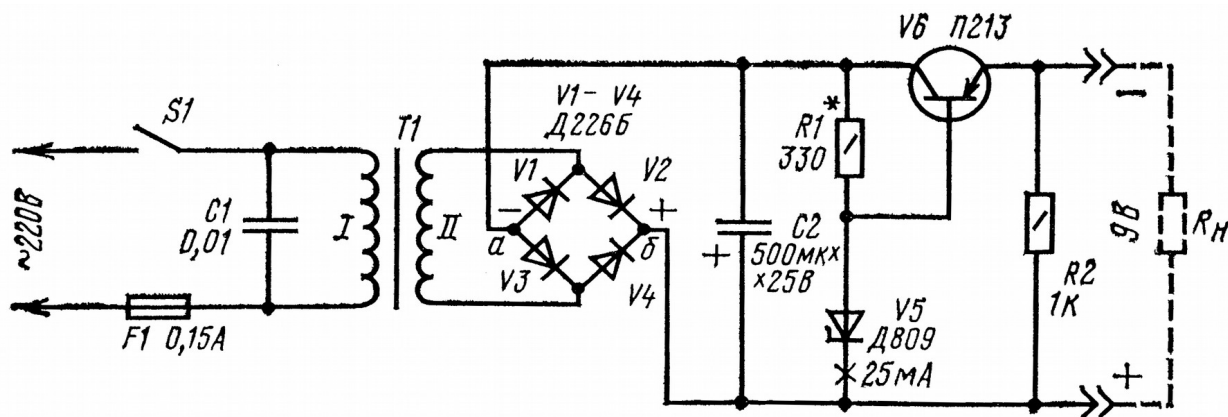
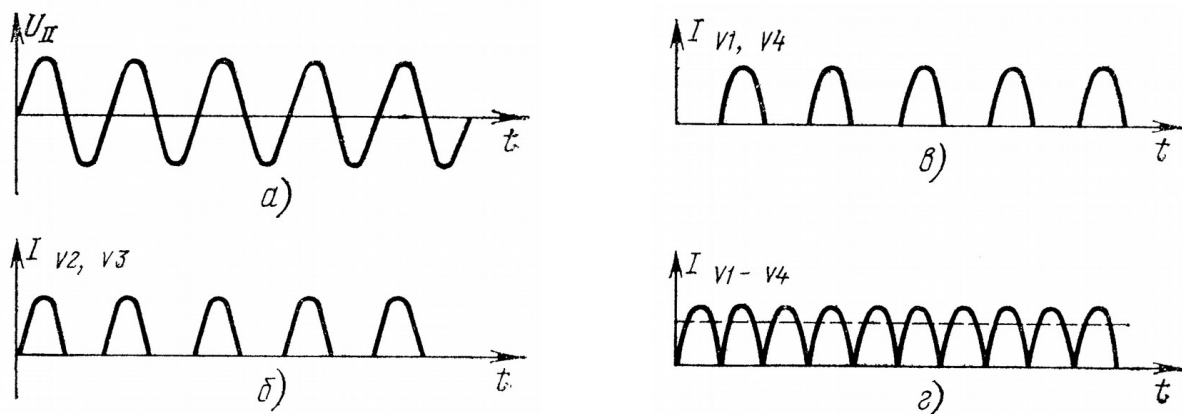

Рис. 7. Принципиальная схема сетевого блока питания.
Рис. 8. Графики, иллюстрирующие работу сетевого блока питания.
Принципиальная схема этого блока, преобразующего переменный ток электросети относительно высокого напряжения 220 В в постоянный ток низкого напряжения, необходимый для питания электронных устройств, показана на **рис. 7**. На выходе блока получается стабилизированное напряжение около 9 В (зависит от напряжения стабилизации стабилитрона V5).
Графики, иллюстрирующие работу выпрямителя, изображены на **рис. 8**. Когда первичная (I) обмотка сетевого трансформатора T1 подключена к электросети, в его вторичной (II) обмотке индуцируется переменное напряжение (**рис. 8, график а**), пониженное примерно до 9 В.
В первый полупериод, когда на верхнем (по схеме) выводе вторичной обмотки напряжение положительное (по отношению к **точке а** на **рис. 7**), а на нижнем выводе – отрицательное, ток идёт через диод V2, нагрузку выпрямителя к **точке а** и далее через диод V3 к нижнему выводу вторичной обмотки трансформатора (**рис. 8, график б**).
В следующий полупериод переменного напряжения, когда полярность напряжений на выводах вторичной обмотки изменяется на обратную, ток в нагрузке идёт в том же направлении (**от точки б к точке а**), но через диоды V1 и V4 (**рис. 8, график в**).
В результате через нагрузку течёт ток одного направления, но пульсирующий с частотой 100 Гц (**рис. 8, графике г**), т. е., с удвоенной частотой тока электросети.
Ток выпрямителя течёт от **точки б** к **точке а** через цепи нагрузки (показанный штриховыми линиями на **рис. 7** нагрузочный резистор **Rн**) и открытый транзистор.
Затем, в цепь стабилизатора (на схеме **рис. 7** отмечено крестиком) включите миллиамперметр и подбором резистора **R1** установите ток в этой цепи, равный 20 – 25 мА.